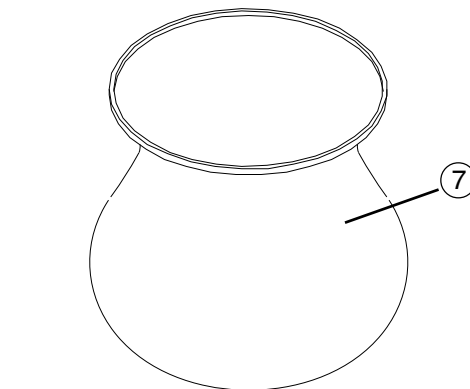

Figure 1
4. With the power turned off, hold the fixture firmly and connect the ground wire from the fixture to the bare copper ground wire from the junction box using a Wirenut (3). (If house wiring does not include a ground wire, consult your local electrical code for approved grounding methods). **See Fig. 1.**
5. Use Wirenuts (3) to connect black fixture wire to the black power supply wire and white fixture wire to the white power supply wire. **See Fig. 1.**
7. Position the Backplate (4) over the Screws protruding from the Mounting Plate (1) and secure fixture with Finials (5).
9. To Install Glass Shade (7), insert Nipple (13) below Socket (6) and secure with Hex Nut (13). Place Glass Shade (7) over Lamp (9) and secure with Decorative Cup (11) and Finial (12). **See Fig. 1.**
4. Con la electricidad apagada, sostenga el luminario firmemente y conecte el alambre verde de tierra del luminario al alambre de cobre descubierto de tierra de la caja de ensambladura usando un Capuchón de Alambres (3). (Si el alambrado de la casa no incluye un alambre de tierra, consulte su código eléctrico local para los métodos aprobados de hacer tierra). **Vea Fig. 1.**
5. Use Capuchones de Alambres (3) para conectar el alambre negro del luminario al alambre negro de suministro de electricidad y el alambre blanco del luminario al alambre blanco de suministro de electricidad. **Vea Fig. 1.**
7. Coloque la Placa Trasera (4) sobre los tornillos que sobresalen de la parte curvada de la Placa de Montaje (1) y asegure el luminario con Finials (5).
9. Para Instalar la pantalla de Vidrio (7), inserte la Entrerrosca (13) debajo del Enchufe (6) y asegure con Tuerca Hexagonal (13). Coloque Pantalla de Vidrio (7) sobre la Lámpara (9) y asegure con Copa Decorativa (11) y el Finial (12). **Vea Fig. 1.**